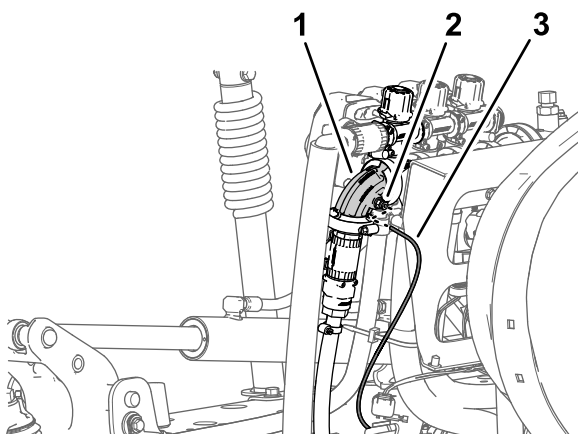

Figura 35
1. Presione el anillo del acoplamiento del tubo en el codo de 90° de la válvula de sección de brazo derecho (Figura 35).
2. Tire del tubo del sensor de presión del indicador del salpicadero para sacarlo del acoplamiento del tubo (Figura 35).